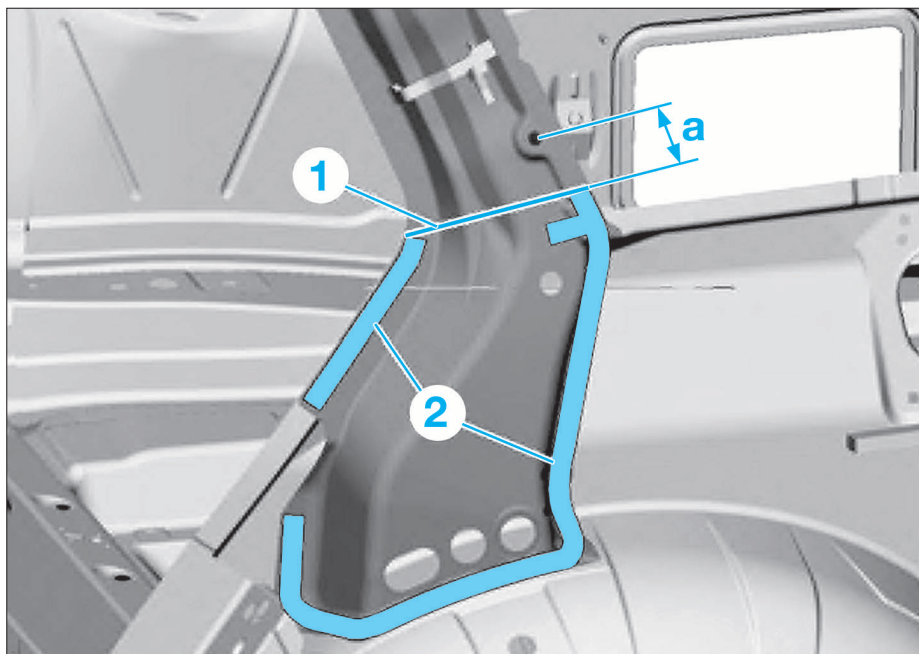

FIG. 30
• Tracer la ligne de coupe (1) à la cote spécifiée puis effectuer la découpe (Fig.30).